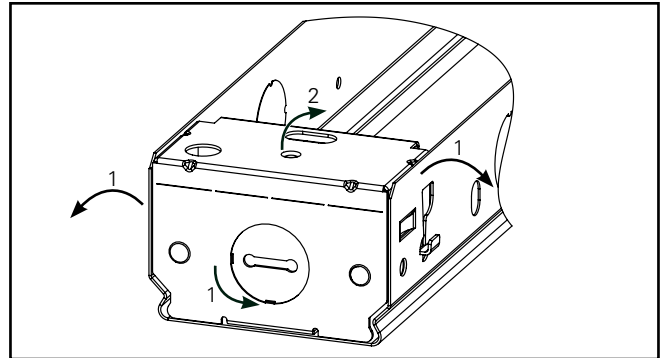

Figure 5.
6. Insérez le faisceau dans le porte-conducteur si nécessaire (Figure 5.).